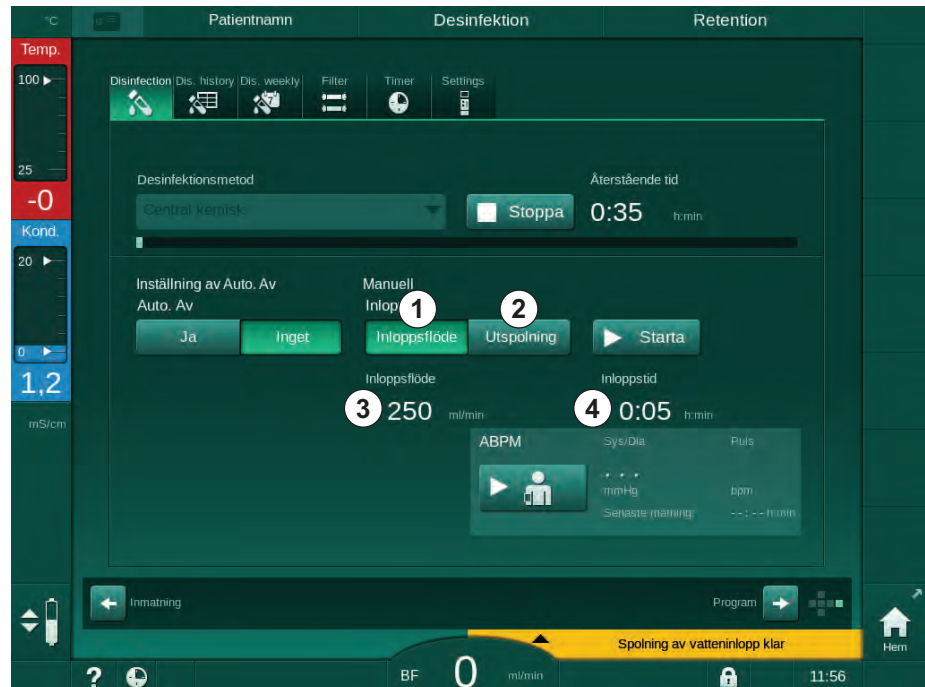

Bild 7-11 Central manuell kemisk desinfektion
I den första delen av denna desinfektionsmetod tas desinfektionsmedel från den centrala vattenförsörjningen och pumpas genom maskinen (Bild 7-11, ①). Inloppsflöde ③ och inloppstid ④ är förinställda i läget *Användarinställningar*. Inloppsförsörjningen stoppas när den förinställda tiden har löpt ut.